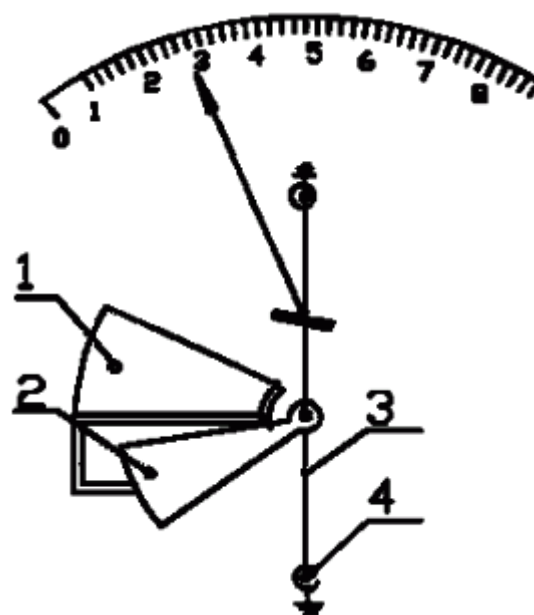

Рис. 1.3.4.1.
Устройство приборов электростатической системы (рис. 1.3.4.1) основано на взаимодействии двух заряженных проводников, которые обычно представляют собой два плоских электрода (1, 2), один из которых подвижен (2). Стрелка закреплена на оси (3) и удерживается на нуле пружиной (4).